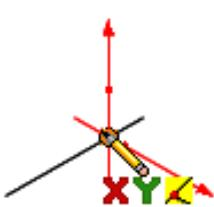

图 6-1 控标显示
**03** 选择草图绘制工具。单击“草图”工具栏中需要绘制的草图工具，本例单击“直线”图标按钮，开始绘制三维空间直线，注意此时在绘图区域中出现了空间控标，如图 6-1 所示。